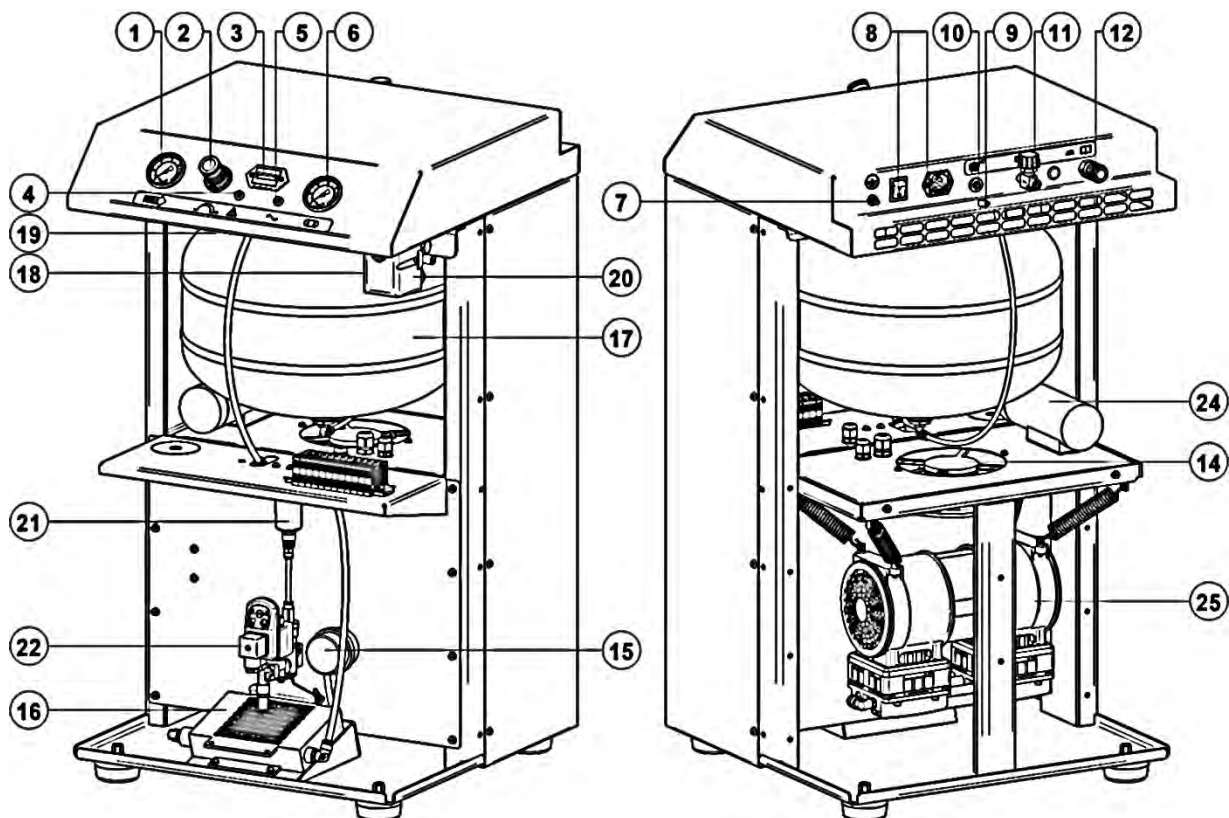
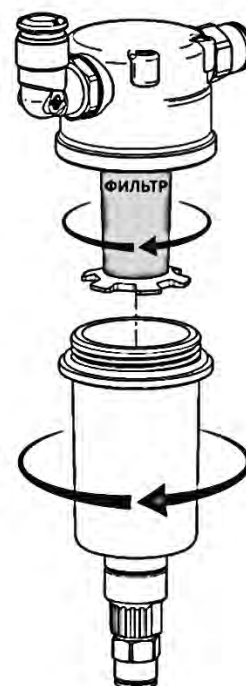

Рисунок 6 - Общий вид компрессора
Рисунок 11
В зависимости от условий эксплуатации, но не реже чем через 100 ч работы или раз в месяц проверяйте всасывающий воздушный фильтр **15** (рисунок 6, 7), при необходимости очистите фильтрующий элемент:
- Выверните фильтр **15** (рисунок 6, 7);
- Выверните колбу фильтра-влагоотделителя **21** (рисунок 6, 7) против часовой стрелки (рисунок 11);